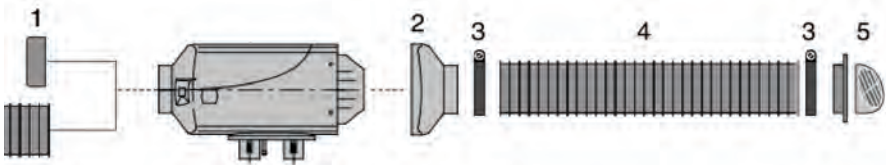

Fig. 28
- Montieren Sie ein Schutzgitter **Fig. 28** (1) am Heizlufteintritt sowie am Heizluftaustritt des Heizgerätes, um Verletzungen durch den Impeller oder Verbrennungen durch Berührung des Wärmetauschers zu vermeiden.